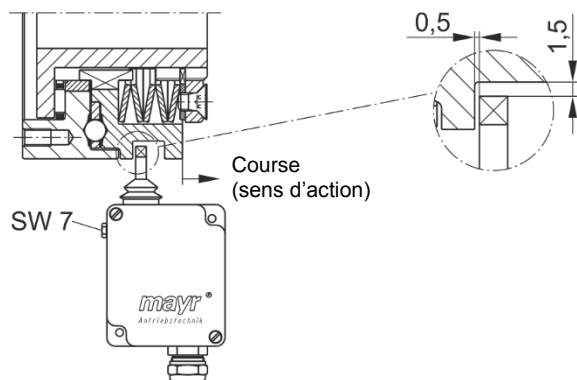
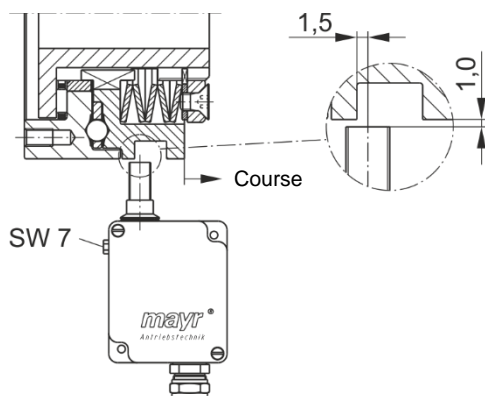

Fig. 7
Fig. 8
Le sens d'action du détecteur mécanique est en direction de l'écrou de réglage, ou de la course de déplacement de la pièce de commande, fig. 7.
Régler l'écart de commutation (portée) du détecteur de proximité mécanique et inductif selon la fig. 7 ou 8.
L'écart axial de 0,5 mm ou 1,5 mm (écart entre la pièce de commande (3) et le point de détection) peut être ajusté finement à l'aide de la vis à tête hexagonale SW7 (ouverture de clé 7) (fig. 7 et fig. 8).